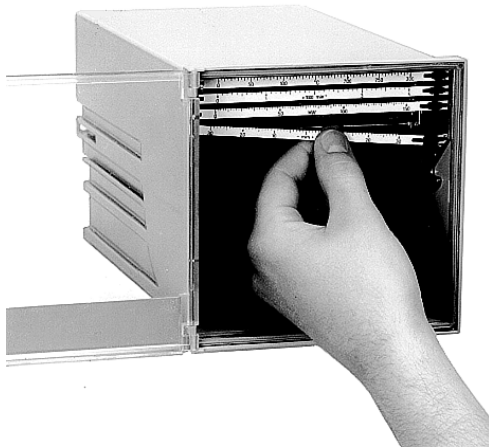

Bild 17 Skalen auswechseln
3.3 Skalen auswechseln (siehe Bild 17)